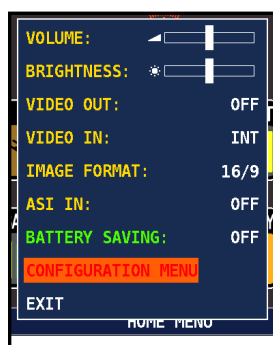

FIG. 1*
- Pulsar la tecla Volumen y seleccionar "MENU CONFIGURACIÓN" (fig. 1);